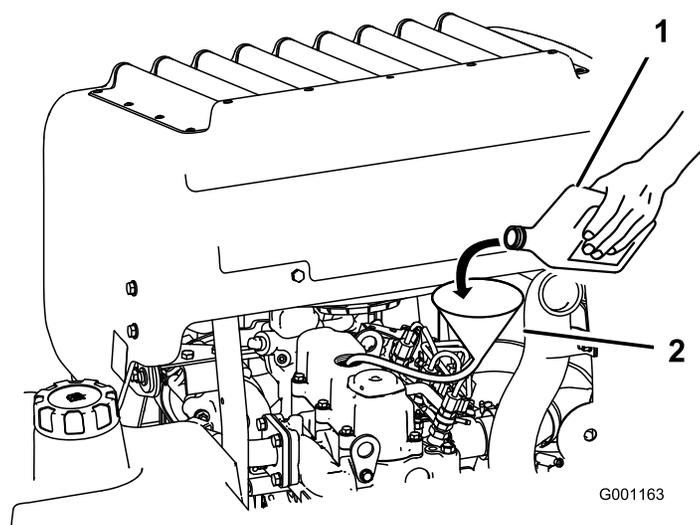

Рисунок 68
3. Для заливки масла в двигатель используйте воронку со шлангом (Рисунок 68).